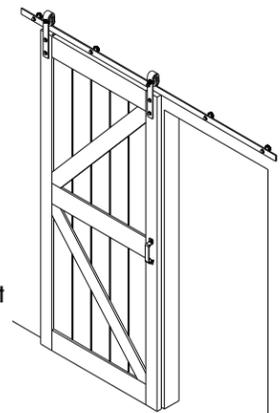

Figure 1
Étape 1) Si votre porte se ferme à droite, utilisez cette feuille (voir la Figure 1). Si votre porte se ferme à gauche, utilisez la feuille intitulée « La porte se ferme à gauche ». Suivez la fiche d'instructions principale fournie pour installer correctement le rail sur votre mur avant d'installer les bras de déclencheur en haut de votre porte.